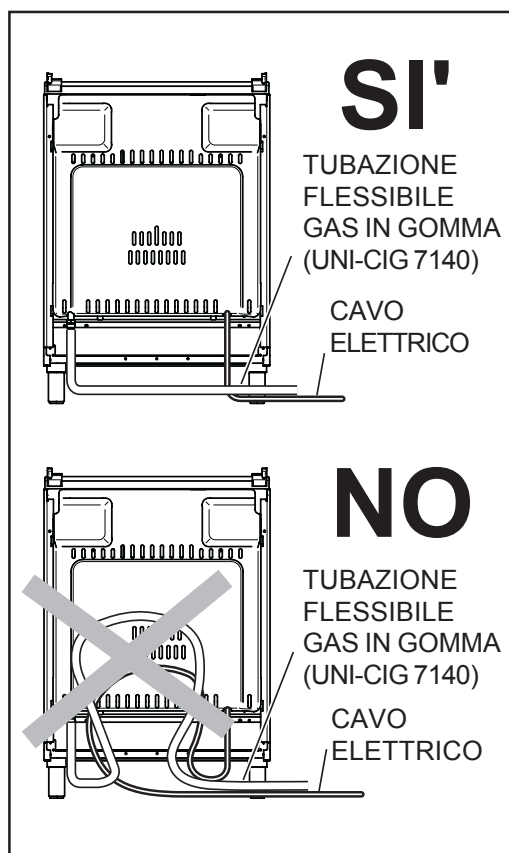

Fig. 24
- il tubo non deve raggiungere in nessun punto una temperatura maggiore di 30 °C a quella ambiente; qualora il tubo flessibile, per raggiungere il rubinetto, debba passare dietro la cucina, deve essere disposto come da Fig. 24;